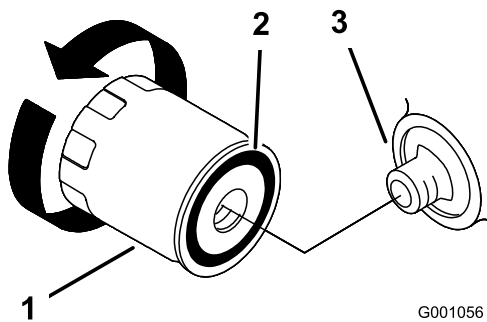

Bild 25
2. Entfernen Sie den Altfilter und wischen die Dichtfläche am Anbaustutzen (Bild 25) ab.
3. Ölen Sie die Gummidichtung am Ersatzfilter leicht mit Frischöl ein (Bild 25).
4. Montieren Sie den Ersatzölfilter am Filterstutzen. Drehen Sie den Ölfilter nach rechts, bis die Gummidichtung den Filterstutzen berührt. Ziehen Sie den Filter dann um eine weitere 2/3 oder ganze Drehung fest (Bild 25).